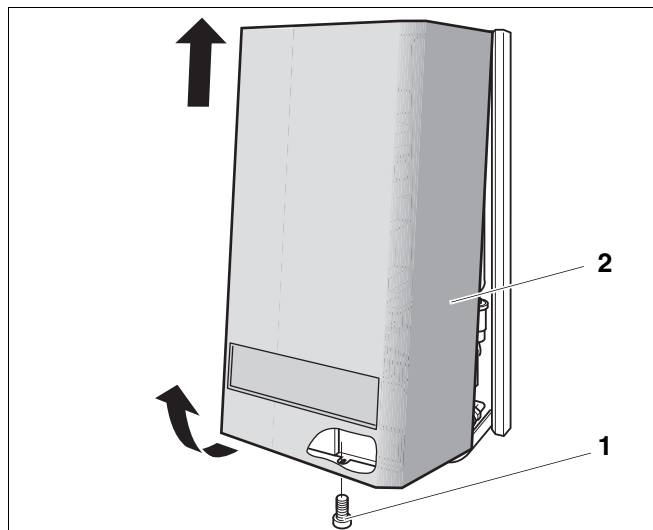

Fig. 3 Enlever l'habillage
- Dévisser la vis de blocage (fig. 3, pos. 1).
- Démontez l'habillage (fig. 3, pos. 2).